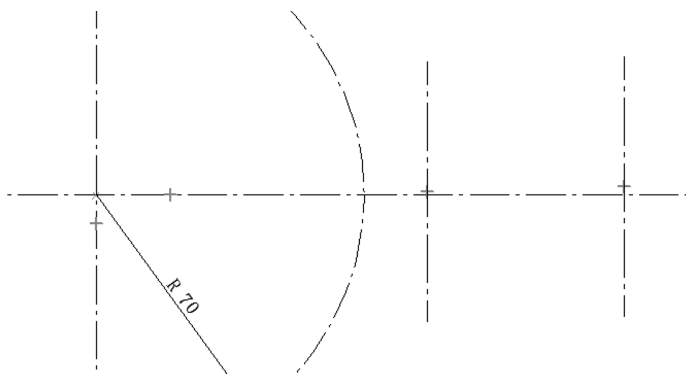

图 6-86 绘制两条竖线
(6) 单击【绘制草图】选项卡【绘图】区域下的 L 【直线】按钮，在上方弹出的菜单栏中的 $\equiv$ 【线型】中选择【点画线】选项，在竖线的右侧绘制两条偏短一些的竖线，如图 6-86 所示。